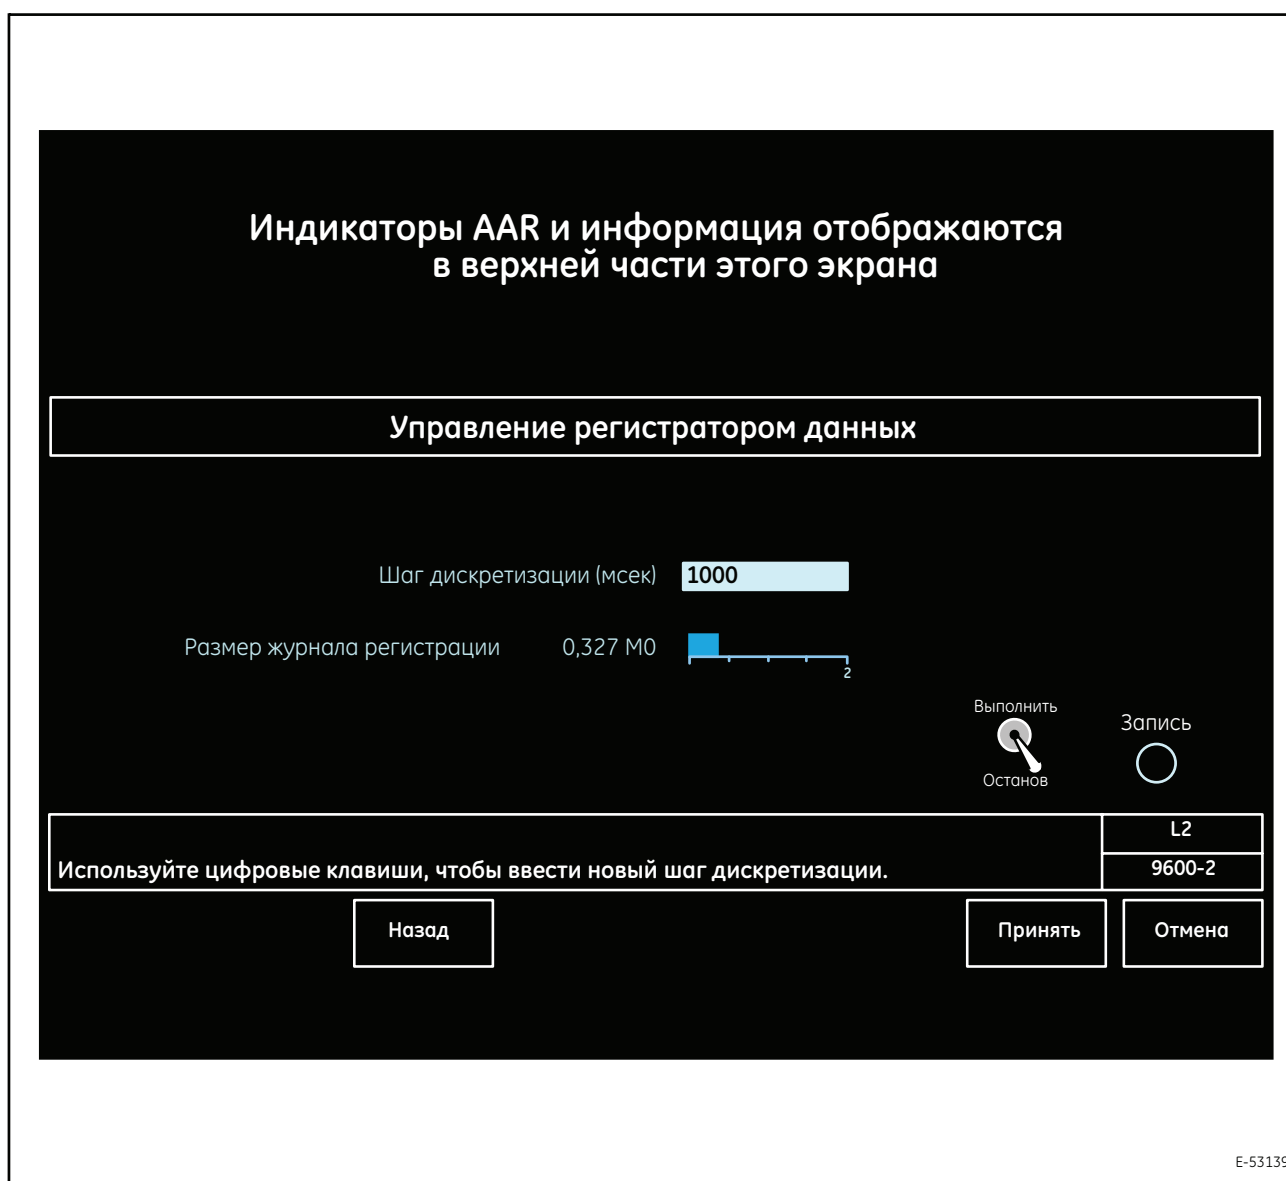

Рисунок 52. Управление регистратором данных - Экран изменения интервала (9600-2)
4. Сенсорная клавиша 6 (**Change Interval**) (Изменить интервал) - отображает экран управления регистратором данных — экран изменения интервала (9600-2, Рисунок 52) и позволяет машинисту изменять величину интервала выборки регистратора данных.